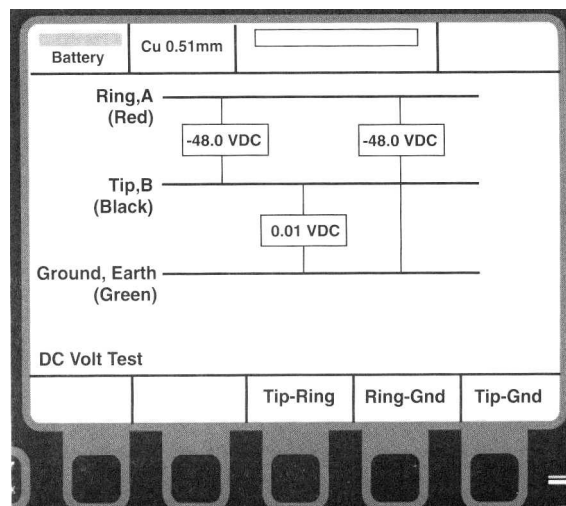

Figure 7 – Ecran Mesure de tension DC
3.1 Mesure des tensions AC ou DC (Figure 7)